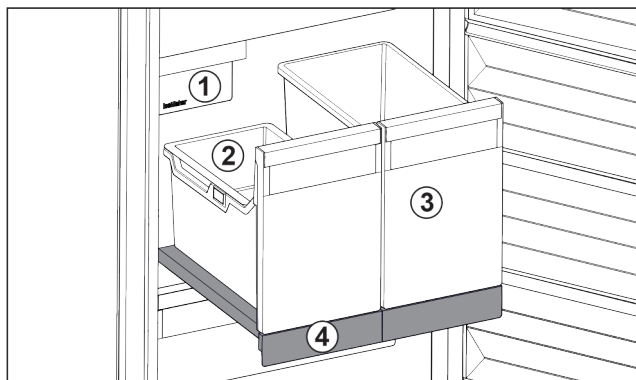

Fig. 100 Ripiano estraibile con IceTower
Sul ripiano estraibile ci sono due contenitori alti (IceTower). I cubetti di ghiaccio dall'IceMaker vengono raccolti e conservati nel contenitore Fig. 100 (2). Il contenitore Fig. 100 (3) è adatto per conservare alimenti alti come pizze o bevande alcoliche.